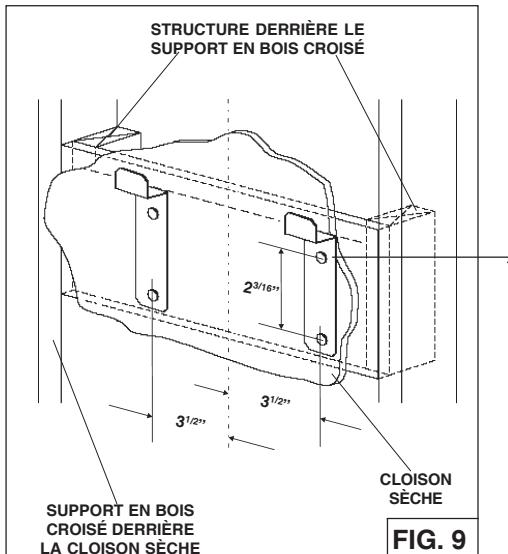

FIG. 9
- Construisez une structure murale en bois à niveau avec la surface intérieure des poteaux de cloison (Fig.9).